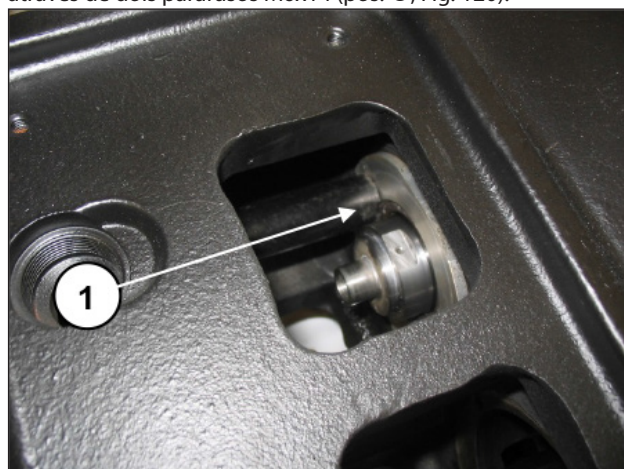
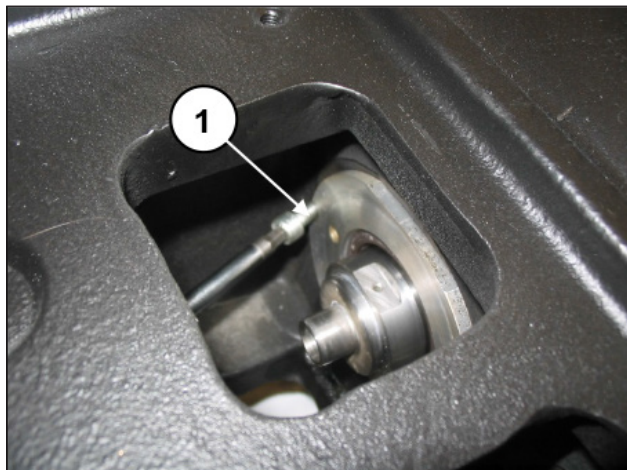

Fig. 119
Fig. 120
Assegure-se que a cobertura entra completamente no assento (pos. ①, Fig. 119) prestando atenção para não causar danos à borda da junta do óleo. Aperte as coberturas da junta do óleo através de dois parafusos M6x14 (pos. ①, Fig. 120).